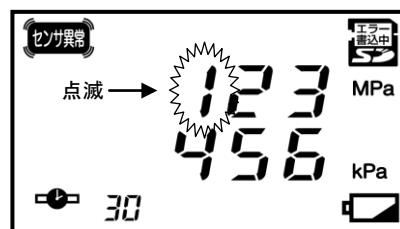

図 3 環境設定画面
- ②ガバナ番号を設定します
- 図 3 の表示状態で【表示切替スイッチ】を押します。